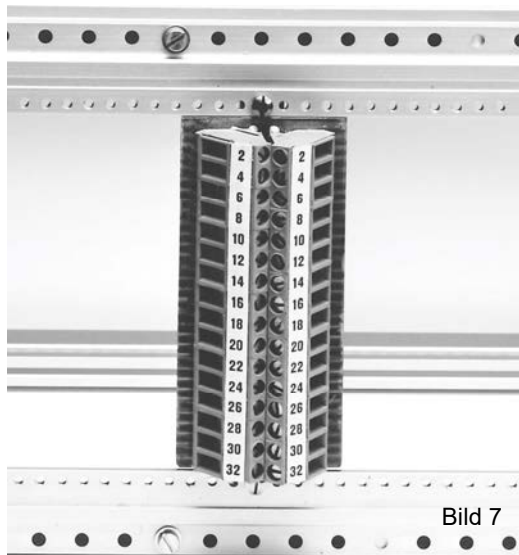

Bild 7
- Einzel-Teilbus für 32-pol. Steckkartenplatz mit rückseitigem Schraubklemmenanschluss 8TE (siehe Bild 7)